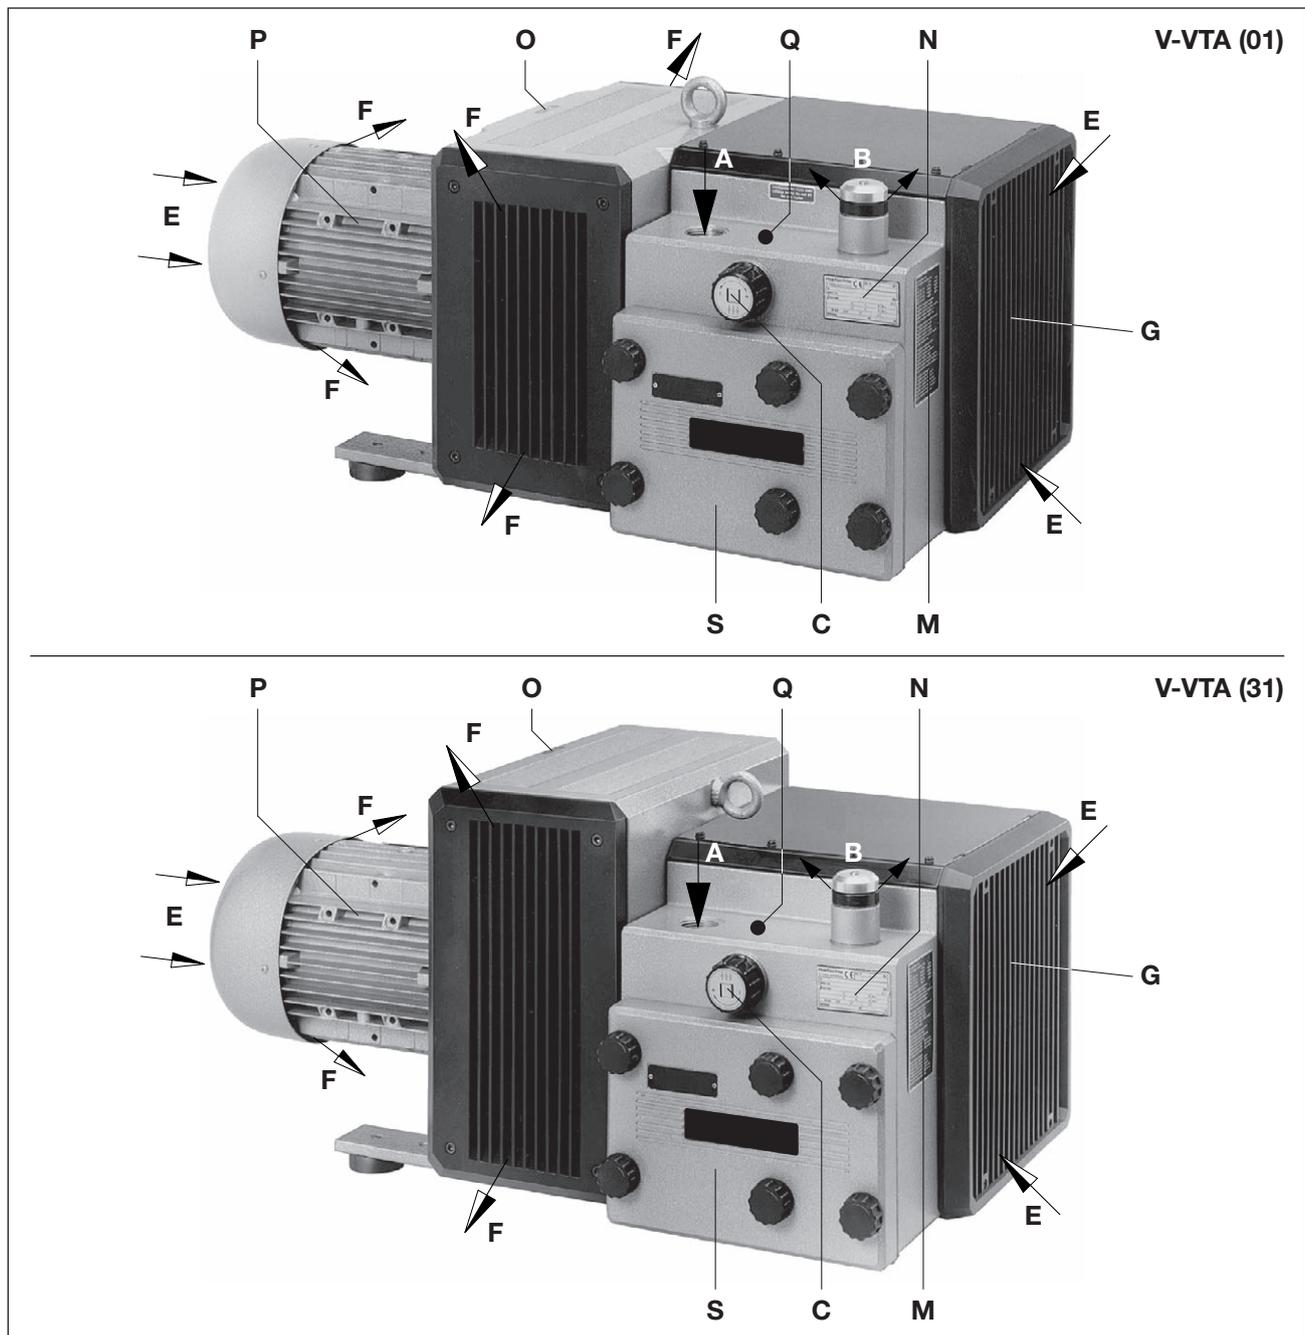

Fig. 2 Pompe à vide V-VTA
Un moteur bridé, courant triphasé, entraîne la machine par l'intermédiaire d'un accouplement. La valve de réglage du vide (fig. 2/C) permet le réglage du vide sur les valeurs (plafonnées) désirées. Les variantes (01) à (30) ont une sortie bilatérale de l'air de refroidissement et les variantes (31) à (60) une sortie unilatérale.
Le carter du filtre (fig. 2/S) doit rester facilement accessible.
Les entrées (fig. 2/E) et sorties (fig. 2/F) d'air de refroidissement doivent être espacées des parois avoisinantes d'au moins 30 cm. L'air de refroidissement refoulé ne doit pas être réaspiré. Pour faciliter la maintenance, il convient de prévoir un dégagement d'au moins 40 cm devant le carter du filtre (fig. 2/S) et la grille d'aspiration (fig. 2/G).
- a) Raccord du vide à (fig. 2/A).
Le réglage du taux de vide s'effectue en tournant le bouton de réglage (fig. 2/C) dans le sens indiqué par le symbole placé sur le bouton même.
- a) Les données électriques du moteur sont indiquées sur la plaque signalétique de l'appareil (fig. 2/N) ou sur celle du moteur. Les moteurs sont conformes à la norme DIN EN 60034 et ils sont exécutés dans la classe de protection IP 55 et la classe d'isolation F. Le schéma de raccordement se trouve dans la boîte à bornes du moteur (ceci ne concerne pas les exécutions avec prise). Vérifier que les données électriques du moteur sont bien compatibles avec le réseau (type de courant, tension, fréquence, intensité admissible).
En fonctionnement normal, les températures de surface pour les éléments (fig. 2/Q) peuvent dépasser les 70°C.
- ▷ Le sens de rotation préconisé de l'arbre d'entraînement est indiqué par la flèche d'indication du sens de rotation (fig 2/O) située sur la bride du moteur.